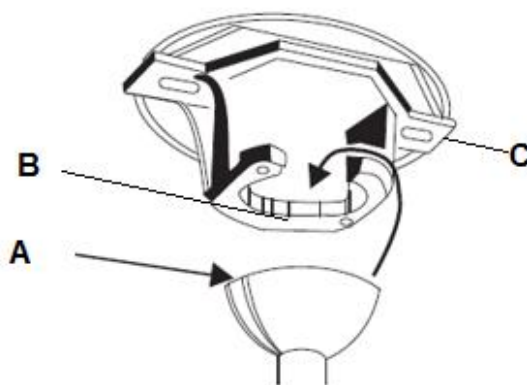

Fig. 8
Soulevez le ventilateur complet pour le placer sur le support de montage. Assurez-vous que l'encoche clé (A) de la rotule de la suspension est positionnée sur la goupille clé (B) du support de montage (C) pour empêcher le ventilateur de tourner lorsqu'il fonctionne. (Fig. 8)